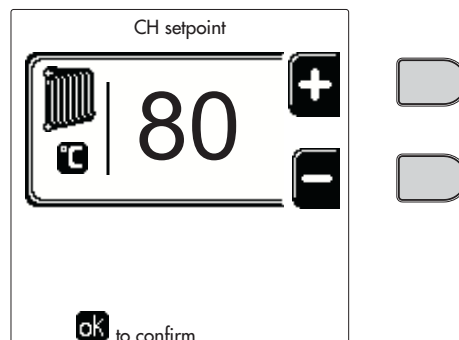
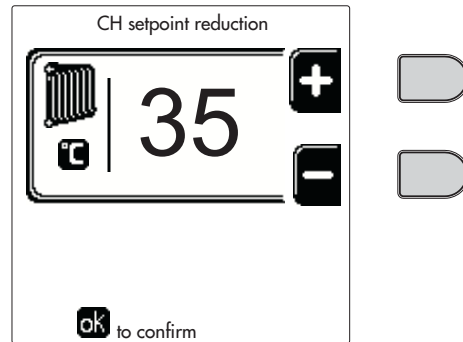
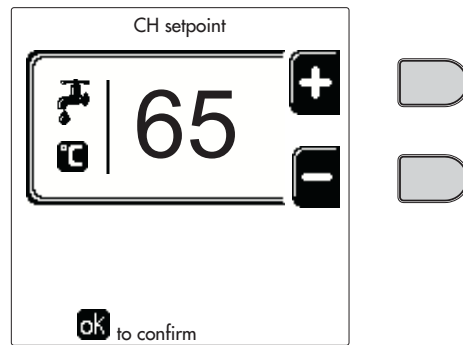
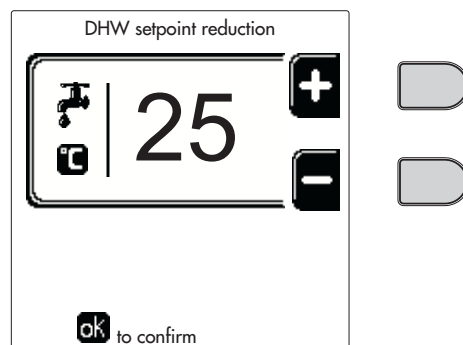

рис. 13
рис. 14
рис. 15
рис. 16
- **ВКЛ.** В случае запроса на отопление/ГВС котел работает с заданной температурой регулировки отопления/ГВС (рис. 13/рис. 15).
- **⚙️** В случае запроса на отопление/ГВС котел работает на пониженной температуре регулировки. Пониженная температура получается вычитанием значения "Понижение температуры регулировки" (рис. 14/рис. 16) из значения заданной "Температуры регулировки" отопления/ГВС (рис. 13/рис. 15).